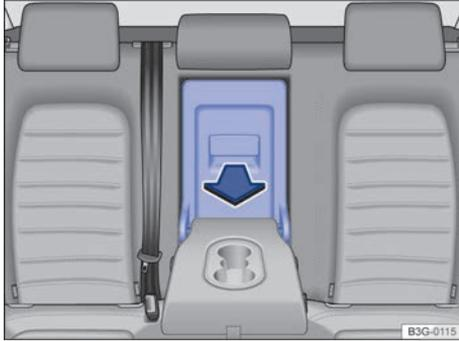

Fig. 213 En el habitáculo: apertura de la trampilla para cargas largas.
- Para abrir la trampilla para cargas largas desde el habitáculo, tire de la palanca de desbloqueo en el sentido de la flecha → fig. 213 y abata la tapa de la trampilla completamente hacia delante → ⚠.